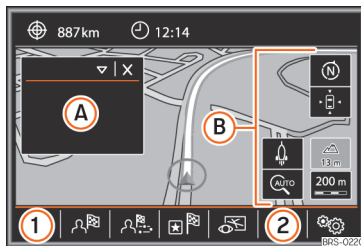

Abb. 213 Hauptmenü Navigation.
**Ansicht** Kartendarstellung ändern oder Zusatzfenster aktivieren oder deaktivieren » **Abb. 213 A** » Seite 236.